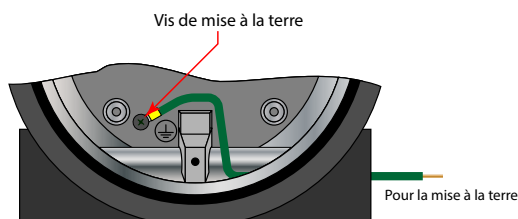

Figure 11: Mise à la terre requise pour le boîtier antidéflagrant
**LA MISE À LA TERRE EST REQUISE POUR LE BOÎTIER ANTIDÉFLAGRANT. LE BOÎTIER ANTIDÉFLAGRANT EST FOURNI AVEC UNE VIS DE MISE À LA TERRE À L'INTÉRIEUR. LE CONDUCTEUR UTILISÉ POUR LA MISE À LA TERRE DOIT ÊTRE UNE JAUGE POUR FIL ÉGALE OU SUPÉRIEURE AUX FILS UTILISÉS POUR LE SIGNAL. VOIR FIGURE 11.**